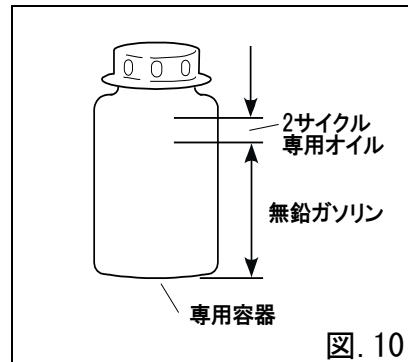

図. 10
- ・きれいなキャップ付容器に2サイクル専用エンジンオイル20mlに対して、無鉛ガソリン1ℓを入れて、よく振って混ぜ合わせて下さい。(図. 10)